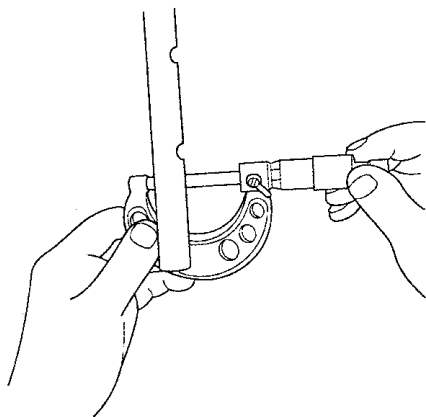

图 2-105 测量摇臂轴直径
2) 如图 2-105 所示，在第 1 个摇臂位置测量摇臂轴的直径。